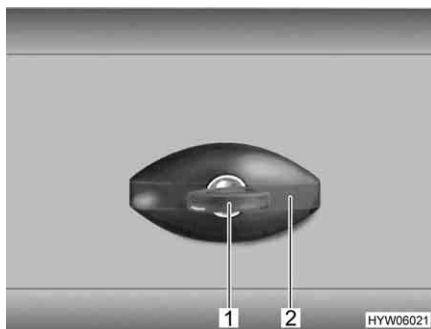

Fig. 44 Serratura dello sportello, ellittico, chiuso
- Inserire la chiave nel cilindro della serratura (Fig. 44,1) e ruotare in senso antiorario di un quarto di giro. La maniglia della serratura (Fig. 44,2) scatta all'infuori.